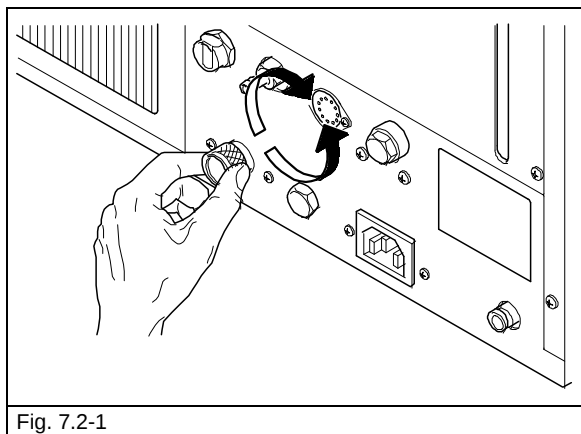

Fig. 7.2-1
2. Allentare in senso antiorario il tappo (Fig. 7.2-1), posto sulla parte superiore della valvola, sino a raggiungere il fine corsa e lo scorrimento a vuoto.